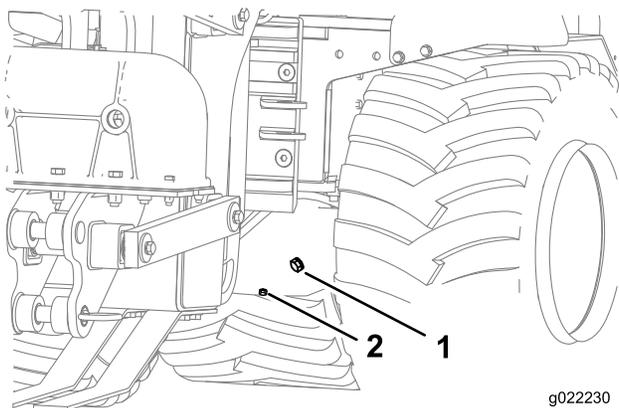

Figure 11
2. Retirez le bouchon de remplissage sur l'un des différentiels de pont (Figure 11).